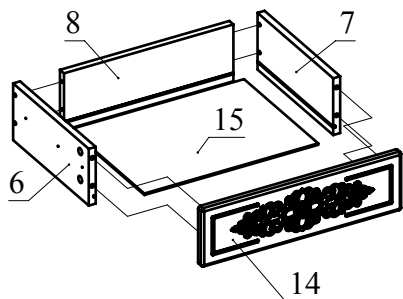

Рис.6
4. Соберите ящик. Для этого соедините детали 6, 7 с деталью 8 с помощью конфирматов. Затем вставьте деталь 15 (ДВП) в пазы деталей 6, 7, 8. Установите фасад ящика 14 на детали 6, 7 и зафиксируйте, повернув конфирматным ключом головки минификсов по часовой стрелке до упора (Рис. 6).